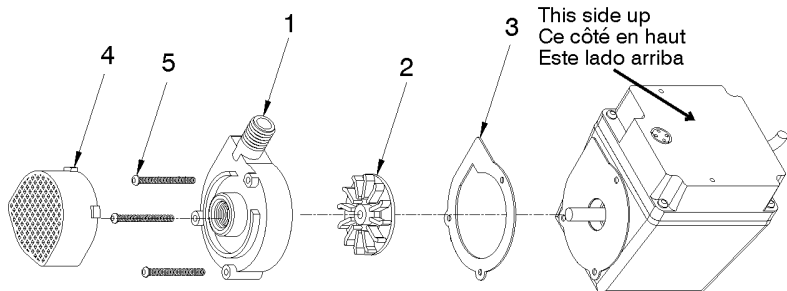

Fig. 1
2. The pump should be placed in an upright position as shown in Fig. 1.
2. Periodic cleaning of the pump parts will prolong the LIFE and EFFICIENCY of the pump. Refer to Fig. 1 for the assembly and disassembly of the pumping head.
2. La pompe devrait être placée dans une position verticale comme indiqué sur la Fig. 1.
2. Le nettoyage périodique de la pompe augmentera sa DURÉE DE VIE et son EFFICACITÉ. Consultez la figure 1 pour savoir comment assembler et démonter la tête de pompage.
2. La bomba debe ser colocada verticalmente como se describe en la Fig. 1.